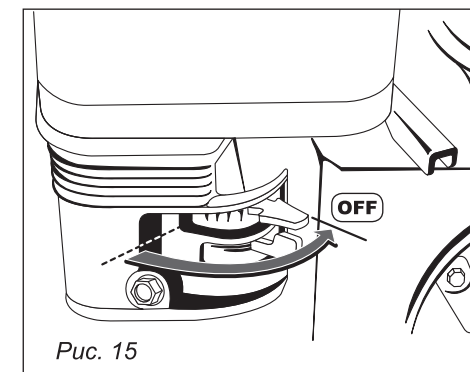

Рис. 15
7. После запуска двигателя, медленно поворачивайте ручку управления воздушной заслонкой управления в положение «OFF» (рис. 15).